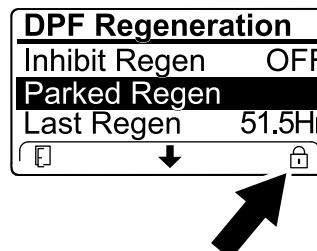

Figura 56
- Se il computer del motore richiede una rigenerazione di recupero, oppure sta eseguendo una rigenerazione di recupero, e voi scorrete il menu verso il basso fino all'opzione PARKED REGEN, la rigenerazione parcheggiata viene bloccata e l'icona di blocco (Figura 56) compare nell'angolo in basso a destra dell'InfoCenter.